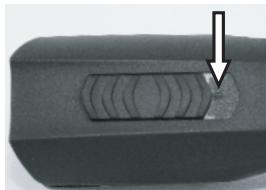

Fig. 4 Interrupteur position arrêt (« 0 »)
1. Examinez les contacts de la tondeuse (1) et de la batterie (2) sur des corps étrangers et des saletés.
2. Assurez-vous que l'interrupteur de la tondeuse est en position arrêt (« 0 ») (fig.4).
1. Mettez l'interrupteur à la position arrêt « 0 » (fig. 4).
2. Appuyez le verrouillage de la batterie (2) des deux côtés vers l'intérieur et enlevez la batterie (1) de la tondeuse.